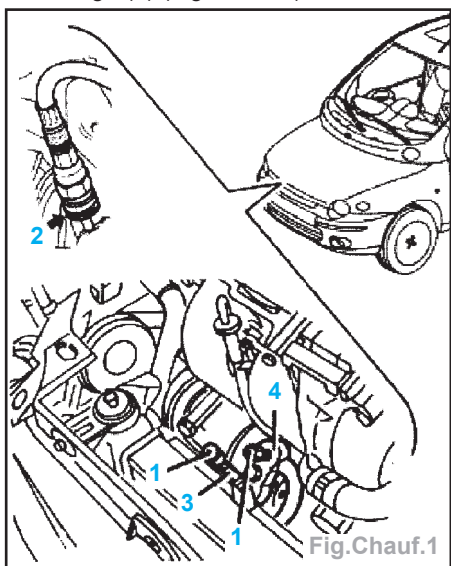

Fig.Chauf.1
- Dévisser les bouchons des valves de recharge (1) (Fig.Chauf.1).